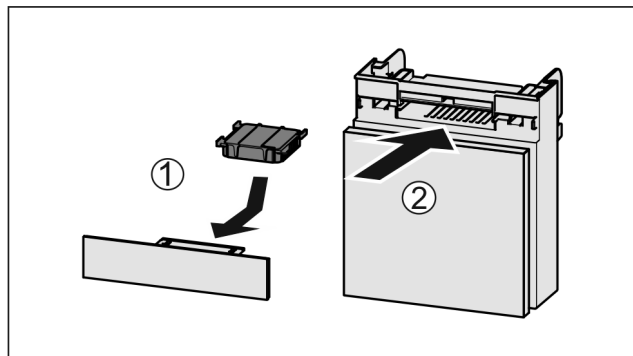

Fig. 148
- Pange Fig. 148 (1) aktiivsõefilter joonise järgi sisse.
- Lükake Fig. 148 (2) laegas sisse.